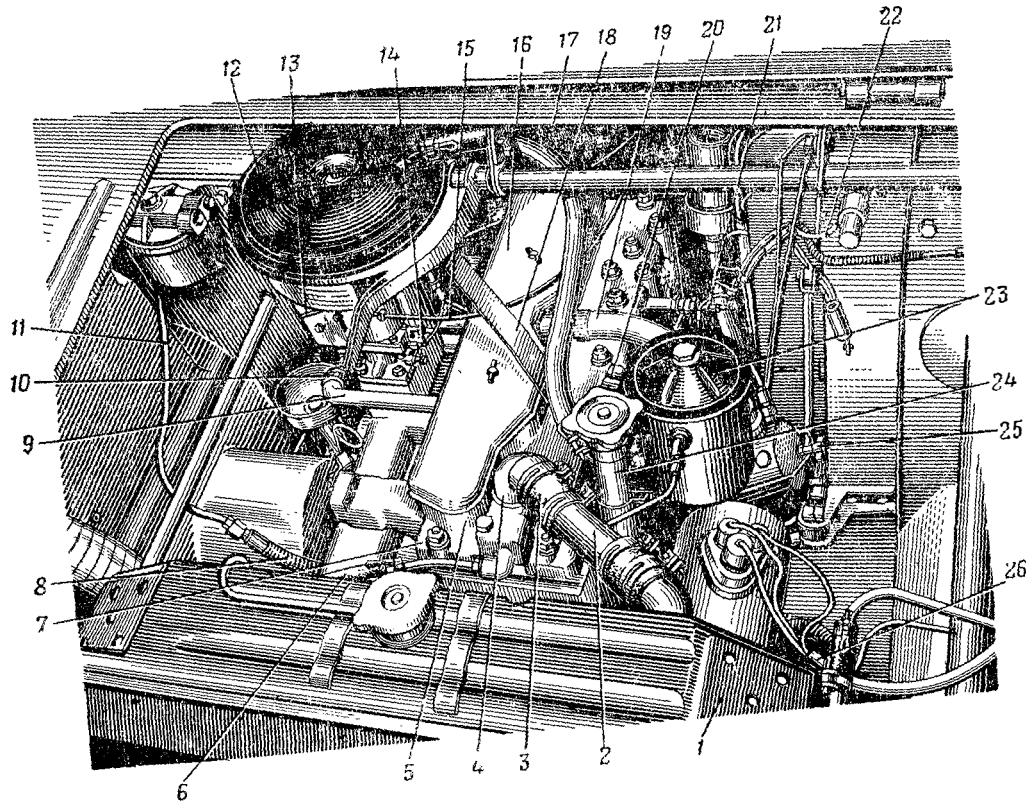

Рис. 42. Отделение си-
3. Вывернуть гайку трубки *14* (рис. 42) вакуумного регулятора и отсоединить трубку от карбюратора.
3. Вытянуть кнопку управления воздушной заслонкой на 1—2 мм, открыть полностью воздушную заслонку и, удерживая ее открытой, подсоединить к рычагу воздушной заслонки трос 13 (рис. 42) и закрепить винтом.